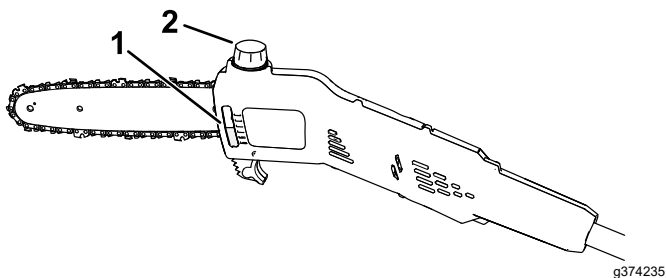

Figure 15
2. Contrôlez le niveau d'huile par le regard. Si l'huile ne recouvre pas le regard, faites l'appoint d'huile pour guide-chaîne et chaîne selon les besoins (Figure 15).
4. Nettoyez la surface autour du bouchon de remplissage d'huile (Figure 15).
5. Retirez le bouchon et versez de l'huile pour guide-chaîne et chaîne dans l'élagueuse sur perche jusqu'à ce que le réservoir soit plein (Figure 15).